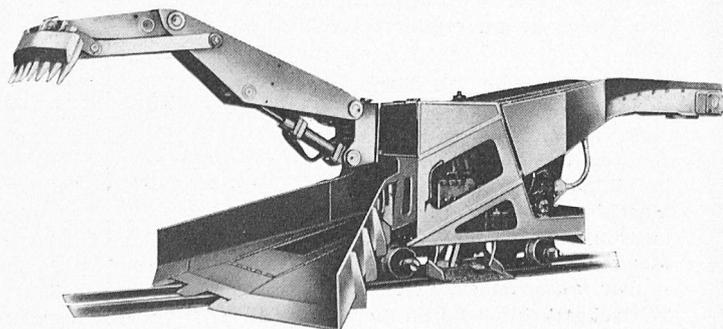

Bild 5. Zughackenlader *Westfalia* Typ ZL-62
*Zughackenlader* *Westfalia* Typ ZL-62 (Bild 5), schienenfahrbar, mit Zughacke, die das Ausbruchmaterial auf die Ladeschaufel zieht und weiter auf das Kratzband drückt, welches